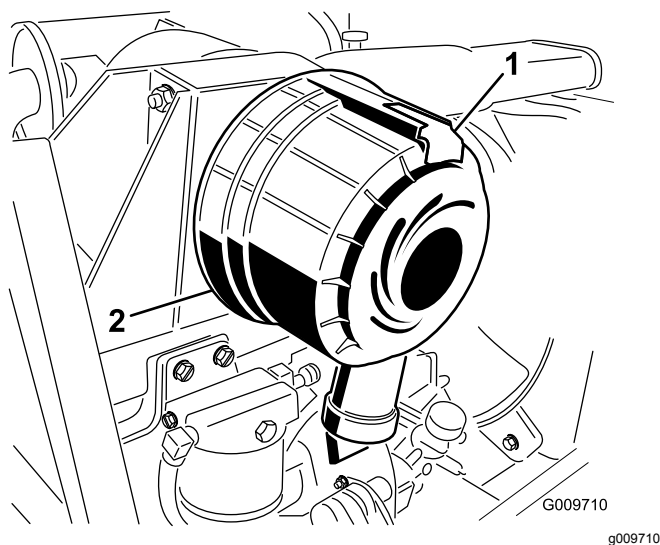

図 28
1. ラッチを引いて外し、カバーを左にひねってボディーからはずす図 28。